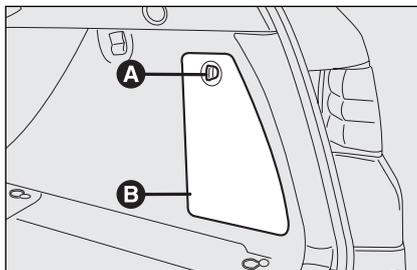

fig. 130
- ruotare la manopola **A-fig. 130** ed aprire lo sportello **B** ubicato sul lato destro del bagagliaio;